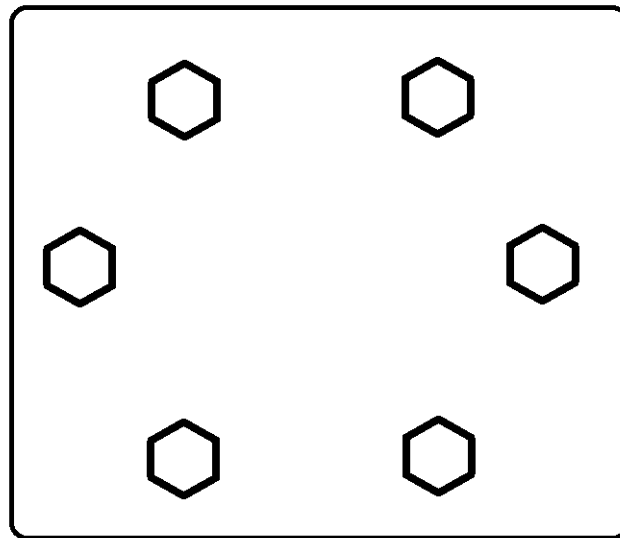

Рис. 2 Схема клеммной колодки электродвигателя.
- 9) При помощи мультиметра (**РЕЖИМ ИЗМЕРЕНИЯ УСТАНОВЛЕН В ПОЗИЦИЮ ОММЕТР**) произвести измерение сопротивления между выводами на клеммной колодке электродвигателя, между выводами на клеммной колодке и корпусом электродвигателя. Результаты измерений занести в таблицу № 4, а расположение и маркировку выводов обмоток на клеммной колодке зарисовать на схеме, рис. 2.